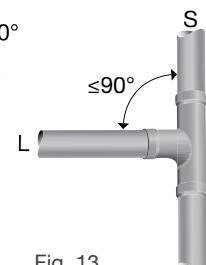

Fig. 13
- Liggande ledning (L) ska anslutas till stående ledning (S) med grenrör med vinkel $\alpha \leq 90^\circ$. Se fig. 13.
- Liggande ledningar (L) som ska anslutas från motsatt håll till samma stående ledning (S) med dubbelgrenrör ska anslutas med vinkel $\alpha \leq 70^\circ$.